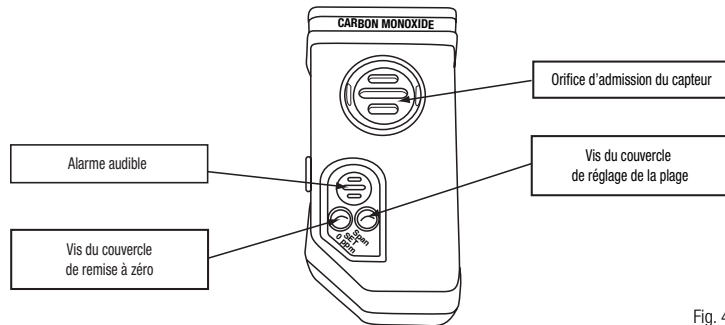

Fig. 4
2. Enlever le couvercle de la vis remise à zéro (Fig. 4).
2. Enlever le couvercle de la vis de réglage de la plage (Fig. 4).
8. Remettre le couvercle de la vis de réglage de la plage (Fig. 4).